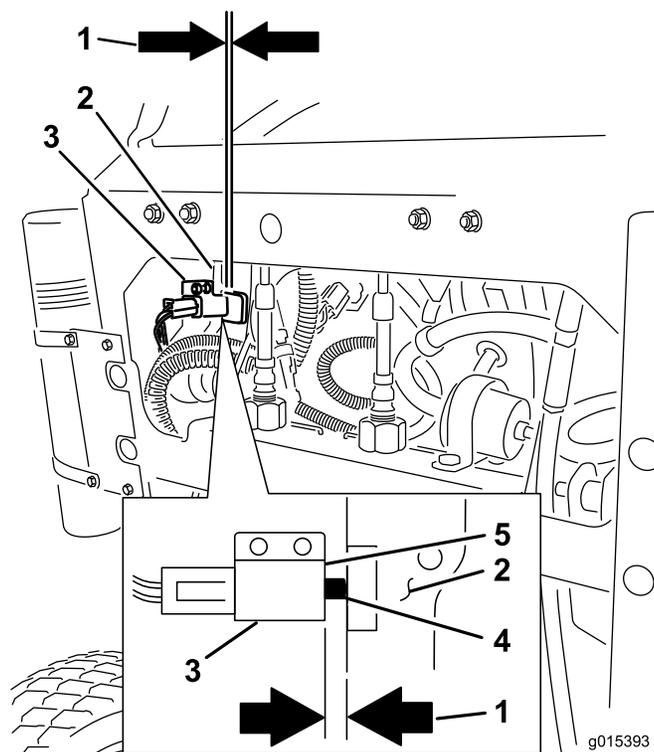

Figura 64
12. Compruebe la distancia entre la palanca de freno y la cara del interruptor, según se muestra en Figura 64. La distancia debe ser de 3 mm con el freno **puesto**.